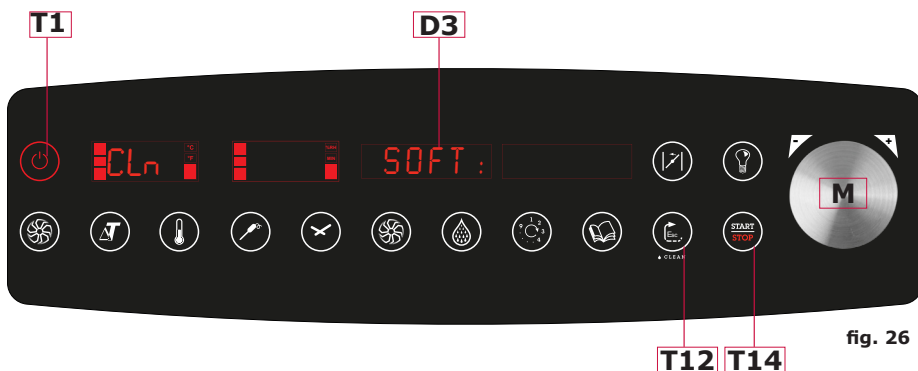

fig. 26
- Una vez seleccionado el tipo de lavado apropiado presionar la tecla **T14 (fig. 26)** para iniciar el lavado automático. **El lavado funciona sólo con la puerta cerrada.**
Durante el lavado la pantalla **D3 (fig. 26)** visualizará las siguientes fases: